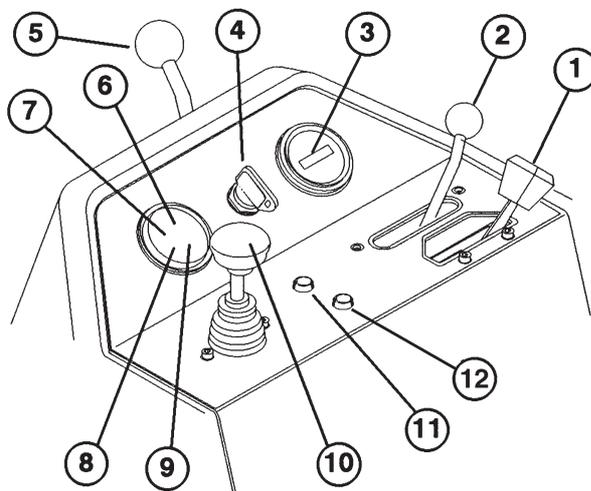

Fig. 9
**Leva del gas** (Fig. 9)—La leva del gas controlla la velocità del motore. Spostare la leva del gas in posizione “FAST” per aumentare i giri del motore, e in posizione “SLOW” per ridurli.
**Leva di comando delle funzioni** (Fig. 9)—Propone due (2) tipi di trazione più la posizione di folle (NEUTRAL). Si può spostare da tosatura a trasporto e da trasporto a tosatura (non in folle) mentre il Greensmaster 3250-D è in moto, senza pericolo di danni.
**Contaore** (Fig. 9)—Indica il totale delle ore di funzionamento del motore. Il contaore inizia a funzionare ogni volta che la chiave viene messa in posizione di accensione “ON”.
**Interruttore di accensione** (Fig. 9)—Inserire la chiave nell'interruttore e girarla a fondo in senso orario, in posizione di avviamento “START”, per
**Leva di bloccaggio del braccio di comando sterzo** (Fig. 9)—Girare la leva indietro per allentare la regolazione, alzare o abbassare il braccio di comando sterzo per il confort dell’operatore, quindi girarla in avanti per serrare.
**Spia della temperatura dell’acqua** (Fig. 9)—Questa spia è accesa ed il motore si spegne automaticamente quando la temperatura del refrigerante motore è troppo elevata.
**Spia luminosa ‘acqua nel carburante’** (Fig. 9) —Si accende quando viene rilevata dell’acqua nel carburante.
**Pulsante di esclusione per alta temperatura** (Fig. 9)—Se il motore si spegne a causa di sovratemperatura, tenere premuto il pulsante di esclusione fin quando la macchina può essere spostata in un luogo sicuro per raffreddarsi.
**Spia delle candele ad incandescenza** (Fig. 9)—Quando è accesa indica che le candele ad incandescenza sono accese.
**Spia della batteria** (Fig. 9)—La spia è accesa se la batteria è quasi scarica.
**Spia della pressione dell’olio** (Fig. 9)—La spia è accesa se la pressione dell’olio motore scende sotto il livello di sicurezza.
**Comando alza/abbassa-tosa** (Fig. 9)—Spostare in avanti questo comando durante il lavoro per abbassare gli apparati di taglio e mettere in moto i cilindri. Tirare indietro la leva per arrestare i cilindri ed alzare